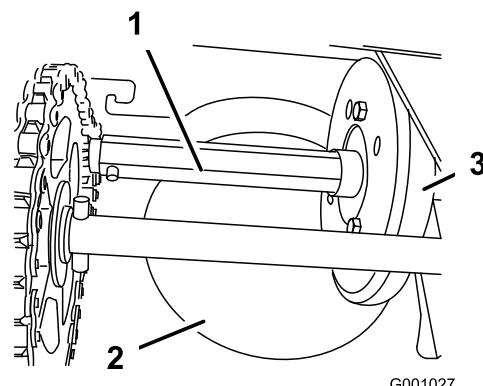

Bild 41
Schmieren Sie die Sechskantwelle mit Kfz-Öl leicht einmal pro Jahr ein (Bild 41).
**Wichtig:** Achten Sie darauf, dass kein Öl auf das Gummirad oder die Aluminium-Abriebsplatte gelangt, da der Fahrantrieb sonst rutscht (Bild 41).